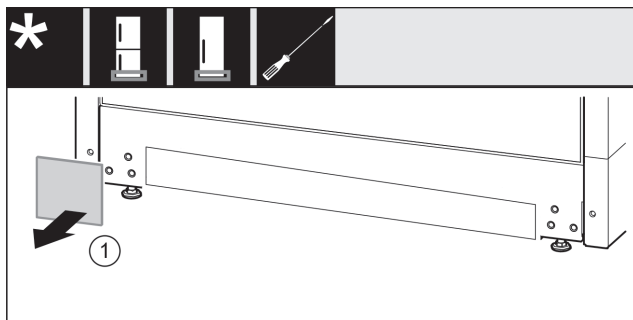

Fig. 35
- ▶ Abdeckung abnehmen. *Fig. 35 (1)*